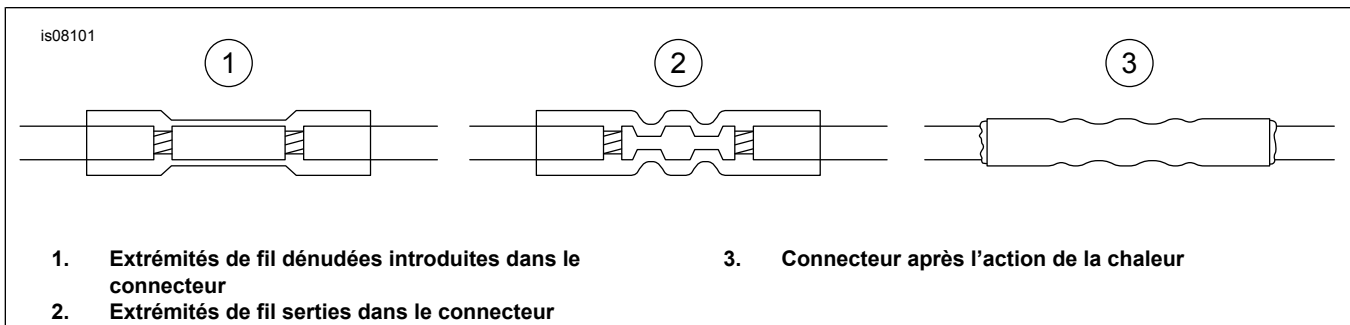

Figure 2. Installation de connecteurs bout à bout scellés
- Voir Figure 2. Introduire chaque extrémité dans les extrémités opposées d'un connecteur bout à bout.
- Voir Figure 2. À l'aide du chalumeau UltraTorch UT-100 (H-D 39969), du pistolet thermique Robinair (H-D 25070) avec accessoire de thermorétrécissement (H-D 41183), ou de tout autre appareil de chauffage par rayonnement approprié, chauffer uniformément l'épissure sertie pour encapsuler la connexion bout à bout. Chauffer du centre du sertissage vers chaque extrémité jusqu'à ce que le produit d'étanchéité fondant déborde aux deux extrémités du connecteur.